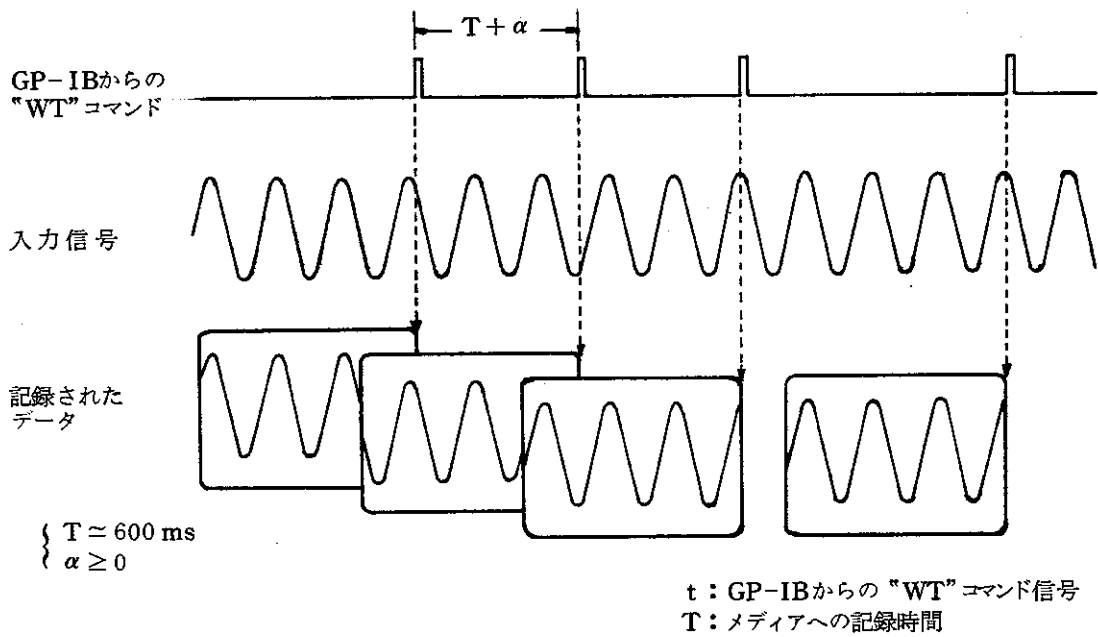

図 6-84 "SYSTEM"モードにおける記録のタイミング
この“**WT**”コマンドと記録されるデータのタイミングを〔図 6-84〕に示します。“**WT**”コマンドが発生されますと、入力波形記録時間 (フレーム・タイム) に関係なくデータを取込みます。“**WT**”コマンドの間隔 (t) が、メディアへの記録時間 (T) より大きければデータは取込まれ、小さければ無視されます。